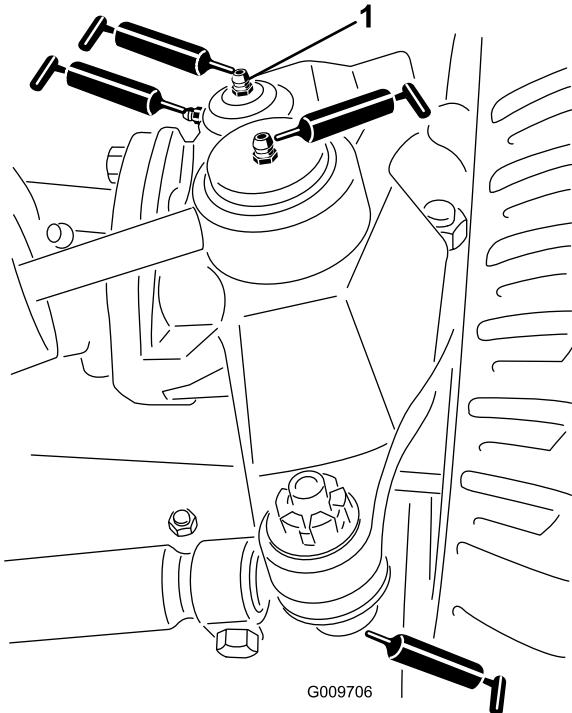

Figura 50
- Rótulas do cilindro de direção (2) (Figura 50)
- Rótulas esféricas da barra de ligação (2) (Figura 50)
- Buchas do pino principal (2) (Figura 50). **O bocal superior do pino principal apenas deverá ser lubrificado uma vez por ano (2 bombas).**